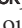

Fig. 8
- **BIP** prolongado e, quer a luz-piloto vermelha da base da Cafeteira, quer a verde da base de alimentação se apagam. (fig. 8)